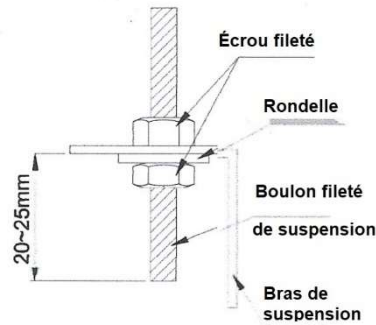

Fig 4.9
- (2) Placez le bras de suspension sur le boulon fileté de suspension (Voir la figure 4.9).